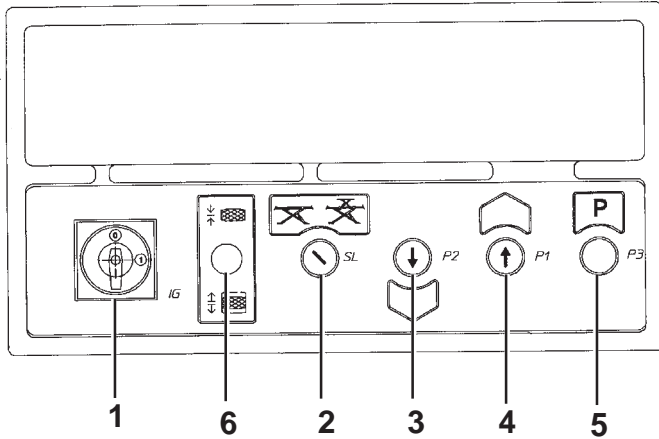

Fig. 40
- attuare la manovra premendo il pulsante di discesa (3 Fig. 40) accertandosi che i pistoncini sgancio arpioni siano correttamente alimentati e che gli arpioni siano quindi in condizione di
Sollevatore integrato (Fig. 40)
- Carry out the manoeuvre by pressing the descent button (3 Fig. 40) checking that the pawl release pistons are correctly
Lift table (Fig. 40)
- Das Manöver über die Taste "Senken" (3 Abb. 40) ausführen
Achsheber (Abb. 40)
- Actionner la manœuvre en pressant le bouton-poussoir de descente (3 Fig. 40) et s'assurer que les pistons de dégagement des arrêts mécaniques sont alimentés correctement et que
Élévateur intégré (Fig. 40)
- poner en marcha la maniobra presionando el pulsador de descenso (3 Fig. 40) asegurándose de que los pistones de desenganche de los trinquetes, estén correctamente
Elevador integrado (Fig. 40)